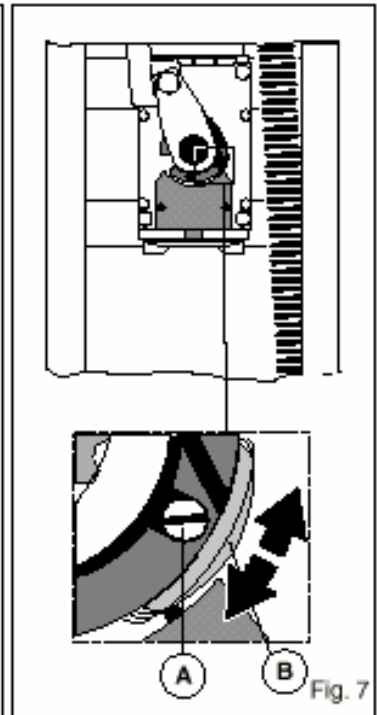

Fig. 7
2. Для моделей UP 4E и UP 4EL: Установите конечный выключатель, срабатывающий при закрывании таким образом, чтобы он останавливал двигатель за 2-3 мм до достижения внутреннего ограничительного упора (рис.7).
5. Для моделей UP 4E и UP 4EL: Установите конечный выключатель, срабатывающий при открывании таким образом, чтобы он останавливал двигатель за 2-3 мм до достижения внутреннего ограничительного упора (рис.7).